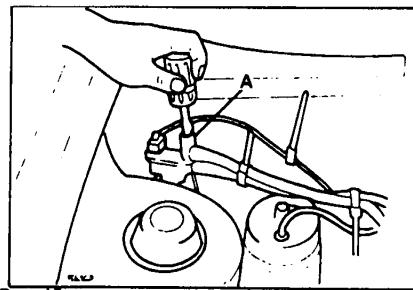

Рис. 15 Регулировка клапана управления холостым ходом при включении усилителя руля
4.6. Клапан управления холостым ходом при включении усилителя руля (рис. 15)